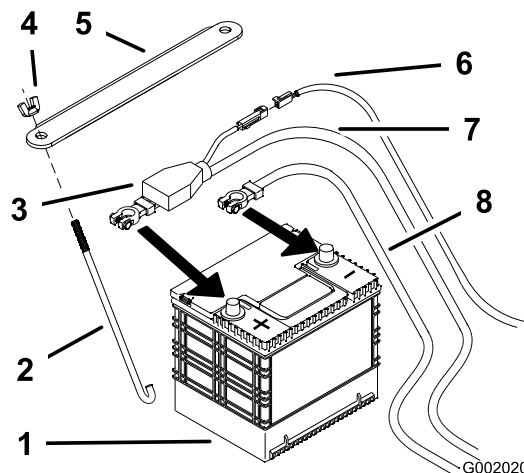

Figura 50
4. Scollegate prima il cavo negativo della batteria dal morsetto negativo (-) della batteria (Figura 50).
5. Sfilare la guaina rossa del morsetto dal morsetto positivo (rosso) della batteria. Togliere quindi il cavo positivo (rosso) della batteria (Figura 50).
1. Posizionare la batteria nel vassoio, con i poli in posizione opposta al serbatoio idraulico (Figura 50).
4. Fissate i cavi con due bulloni (1/4 x 3/4 poll.), due rondelle (1/4 poll.) e due dadi di bloccaggio (1/4 poll.) (Figura 50).
6. Ancorate la batteria con i bulloni a J, il morsetto fissatore, due rondelle (1/4") e due dadi ad alette (1/4") (Figura 50).